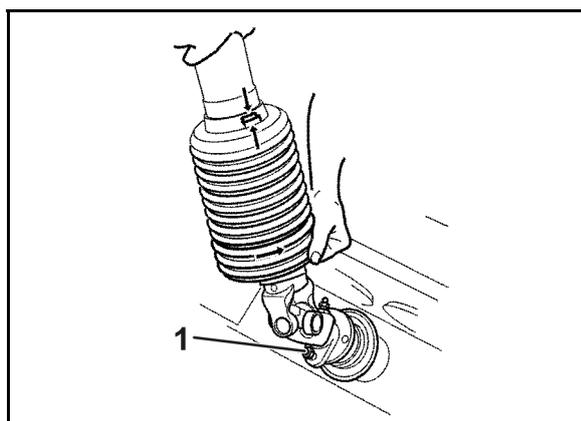

Fig. 91
1. Placez la protection de l'arbre à cardan en position de montage (Fig. 91).
Les **vis M8 x 30 A2-70** fournies séparément sont des **vis de rechange** (Fig. 91/1) permettant de fixer la mâchoire de l'arbre à cardan côté machine sur le flasque de l'arbre d'entrée du boîtier. Toujours garnir l'arbre à cardan avec de la graisse avant de l'introduire sur l'arbre d'entrée de la boîte de vitesses.